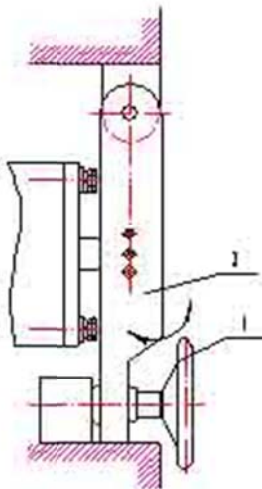

Fig. 3
- a. Introducir la correa de lijado, rotar el volante (1 en la fig. 3), y trancar el brazo cruzado de la viga de los rodamientos del rodillo de contacto (2 en fig. 3).